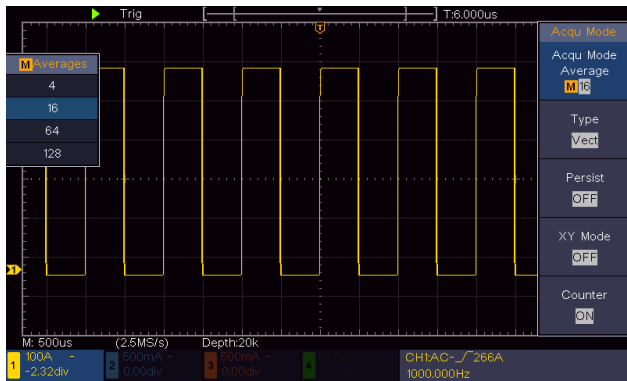

Рисунок 6.5. Подавление шума с помощью функции усреднения **Average**
- 3) Наблюдайте осциллограмму, поворачивая регулятор **M** и с его помощью меняя число усреднений (см. рисунок 6.5).
- Вы увидите сильно снизившийся уровень случайного шума, что упростит наблюдение деталей самого сигнала. После применения функции усреднения пользователь сможет легко обнаружить неровности на нарастающих и ниспадающих фронтах в определенной части сигнала (см. рисунок 6-5),